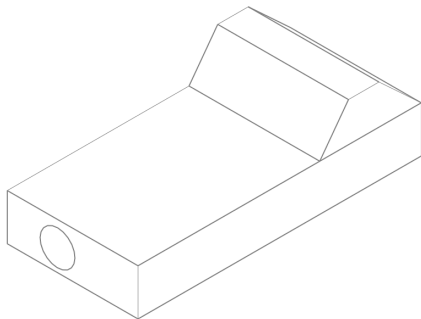

图 2-45 创建 3D 圆对象
(5) 执行操作后，即可创建 3D 圆对象，退出草图绘制环境，效果如图 2-45 所示。